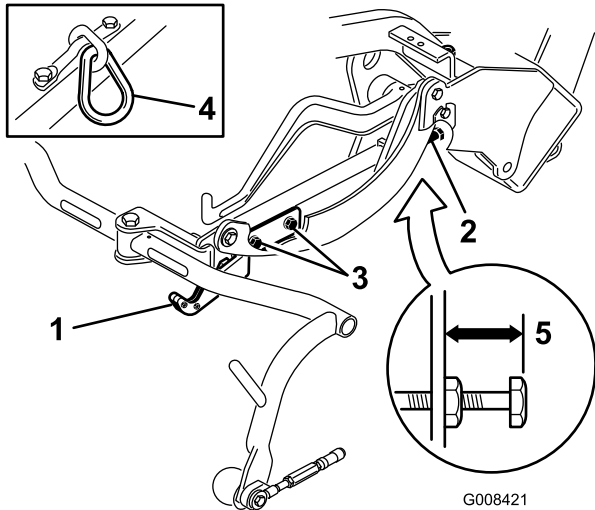
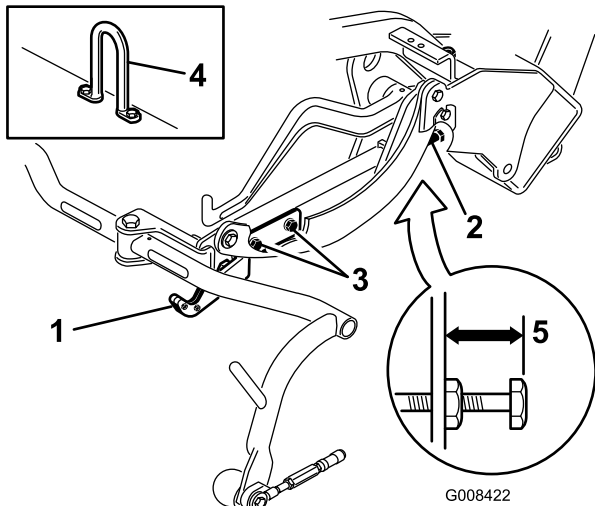
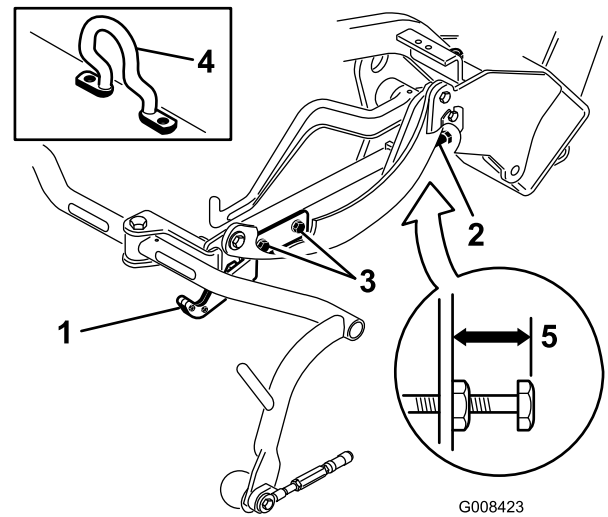

Figura 19
Figura 20
Figura 21
Compruebe la altura de transporte (Figura 19 y Figura 20) y ajústela, si es necesario.
- En unidades de corte equipadas con un gancho de elevación con eslabón de cadena o recto (Figura 19 y Figura 20) compruebe que la distancia entre la parte superior del tornillo de ajuste del bastidor de tiro y el borde trasero del bastidor de tiro es de 22 mm. Si la
distancia no es de 22 mm, continúe con el paso 4. Si la unidad de corte está equipada con un gancho de elevación acodado, (Figura 21), continúe con el paso siguiente.
- En unidades de corte equipadas con un gancho de elevación acodado (Figura 21, detalle) compruebe que la distancia entre la parte superior del tornillo de ajuste del bastidor de tiro y el borde trasero del bastidor de tiro es de 25 mm. Si la distancia no es de 25 mm, continúe con el paso 4.
- Aflove los tornillos de montaje de la pletina de transporte (Figura 19, Figura 20 y Figura 21).
- Si los bastidores de tiro no están a la misma altura, aflove la contratuerca del tornillo de ajuste del bastidor de tiro (Fig.Figura 19, Figura 20 y Figura 21). Gire el tornillo hacia fuera para elevar y hacia dentro para bajar. Apriete la contratuerca después de obtener la altura correcta.